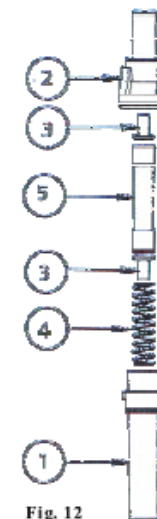

Fig. 12
1. Insérez le câble positif de la batterie et le câble positif du régulateur dans chacune des moitiés de la carcasse en plastique (pièces 1 et 2 de la figure 12).
2. Insérez le ressort dans le câble introduit dans la longue pièce en plastique (pièce 1 de la figure 12)